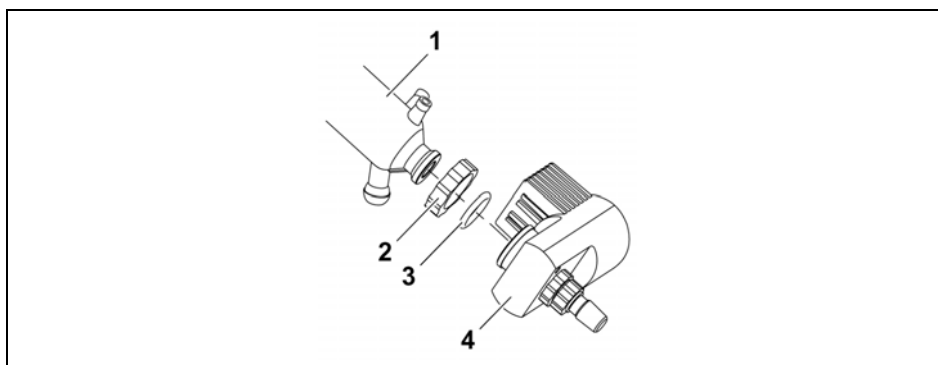

Fig. 4-8: Montar el juego de vidrio (en este ejemplo, el juego de vidrio G1)
- Deslizar la unión atornillada (2) sobre la brida del refrigerante.
- Deslizar el muelle (3) sobre la brida del refrigerante.
- Atornillar la unión atornillada G6 (6) en la cabeza propulsora (Fig. 4-8 (5)).
- Colocar la pieza intermedia G6 (5) con la junta G6 (4) en la unión atornillada G6 (6).
- Atornillar la pieza de prolongación (1) en la unión atornillada G6 (6) mediante la unión atornillada (2).
- Colocar el refrigerante en el recorte superior de la pieza de prolongación (1).